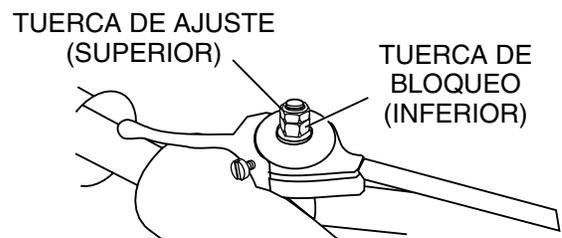

Figura 6. Ajuste de la tensión del cable
9. Ajuste la tensión del cable aflojando la tuerca de bloqueo en el receptor del cable del acelerador (consulte la Figura 6), aflojando o apretando la tuerca de ajuste por debajo de ella, y luego apretando la tuerca de bloqueo.